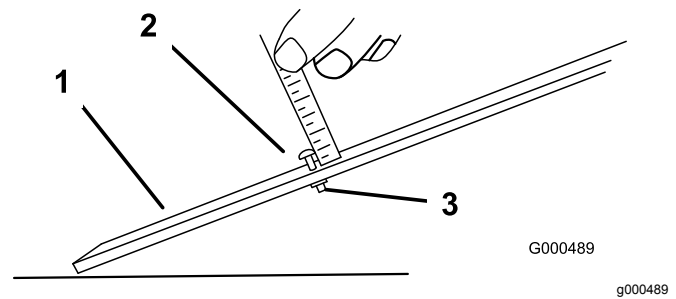

Bild 8
1. Lösen Sie die Mutter an der Messlehre und stellen Sie die Einstellschraube auf die gewünschte Schnitthöhe ein (Bild 8).